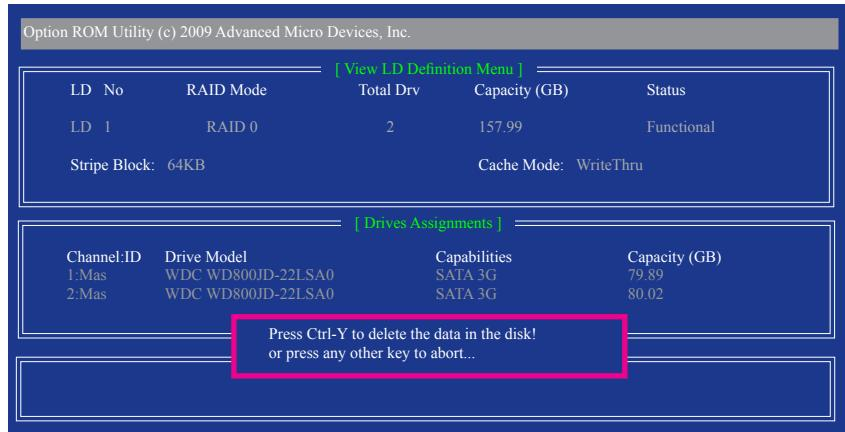

図 9
- View LD Definition Menu**が表示され(図 9を参照)、このアレイに割り当てられたドライブを表示します。中断するアレイまたは保管キーを削除する場合、`<Ctrl>+<Y>`を押します。